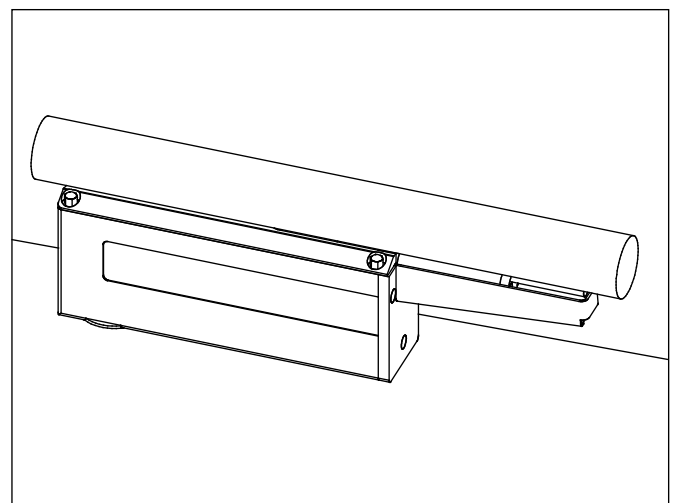

Abb. 9
- Bei langen zylindrischen Messobjekten mit einem Durchmesser ab 30 mm kann das MarSurf GD 25 / GD 25 plus über Kopf aufgestellt werden, so dass das Auflageprisma als Werkstückaufnahme dient (s. Abb. 9). Ggf. ist der hintere mittlere Stützfuß zu entfernen.